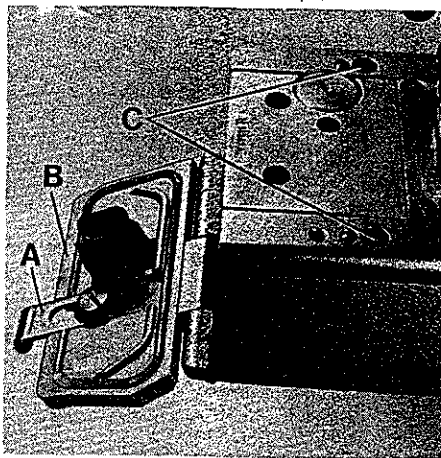

Fig.15
Turn handwheel until the needles are in their upmost position. Pull up handle (A, Fig. 15) and swing out cylinder cover (B).
Turn out the two screws (C, Fig. 15).
Drehen Sie am Handrad bis die Nadeln in der höchsten Stellung sind. Ziehen Sie den Griff (A, Fig. 15) nach oben und schwenken Sie den Zylinderdeckel (B) aus.
Drehen Sie die beiden Schrauben (C, Fig. 15) heraus.